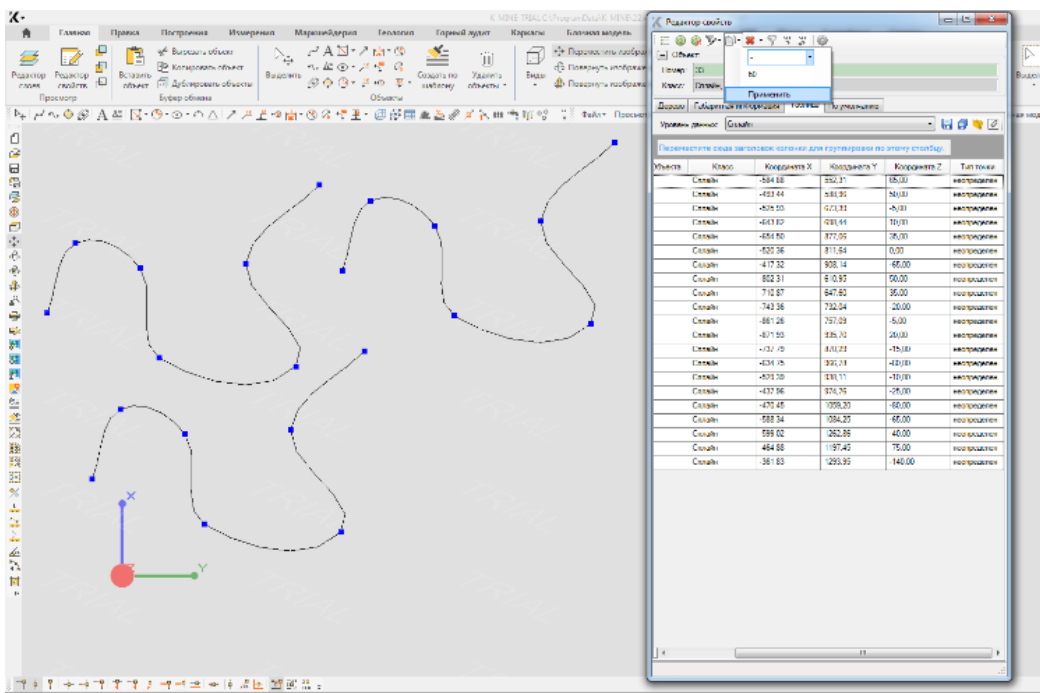

Рисунок 2.3. Приклад виконання завдання 16
16. Намалюйте об'єкт сплайн з 5-6 точок. Для його точок задайте різні висотні відмітки (від +50 до -80 м). Скопіюйте його в буфер обміну. Зробіть приріст висоти для всіх точок сплайна на -15 м, потім на +60 м (рис.2.3).